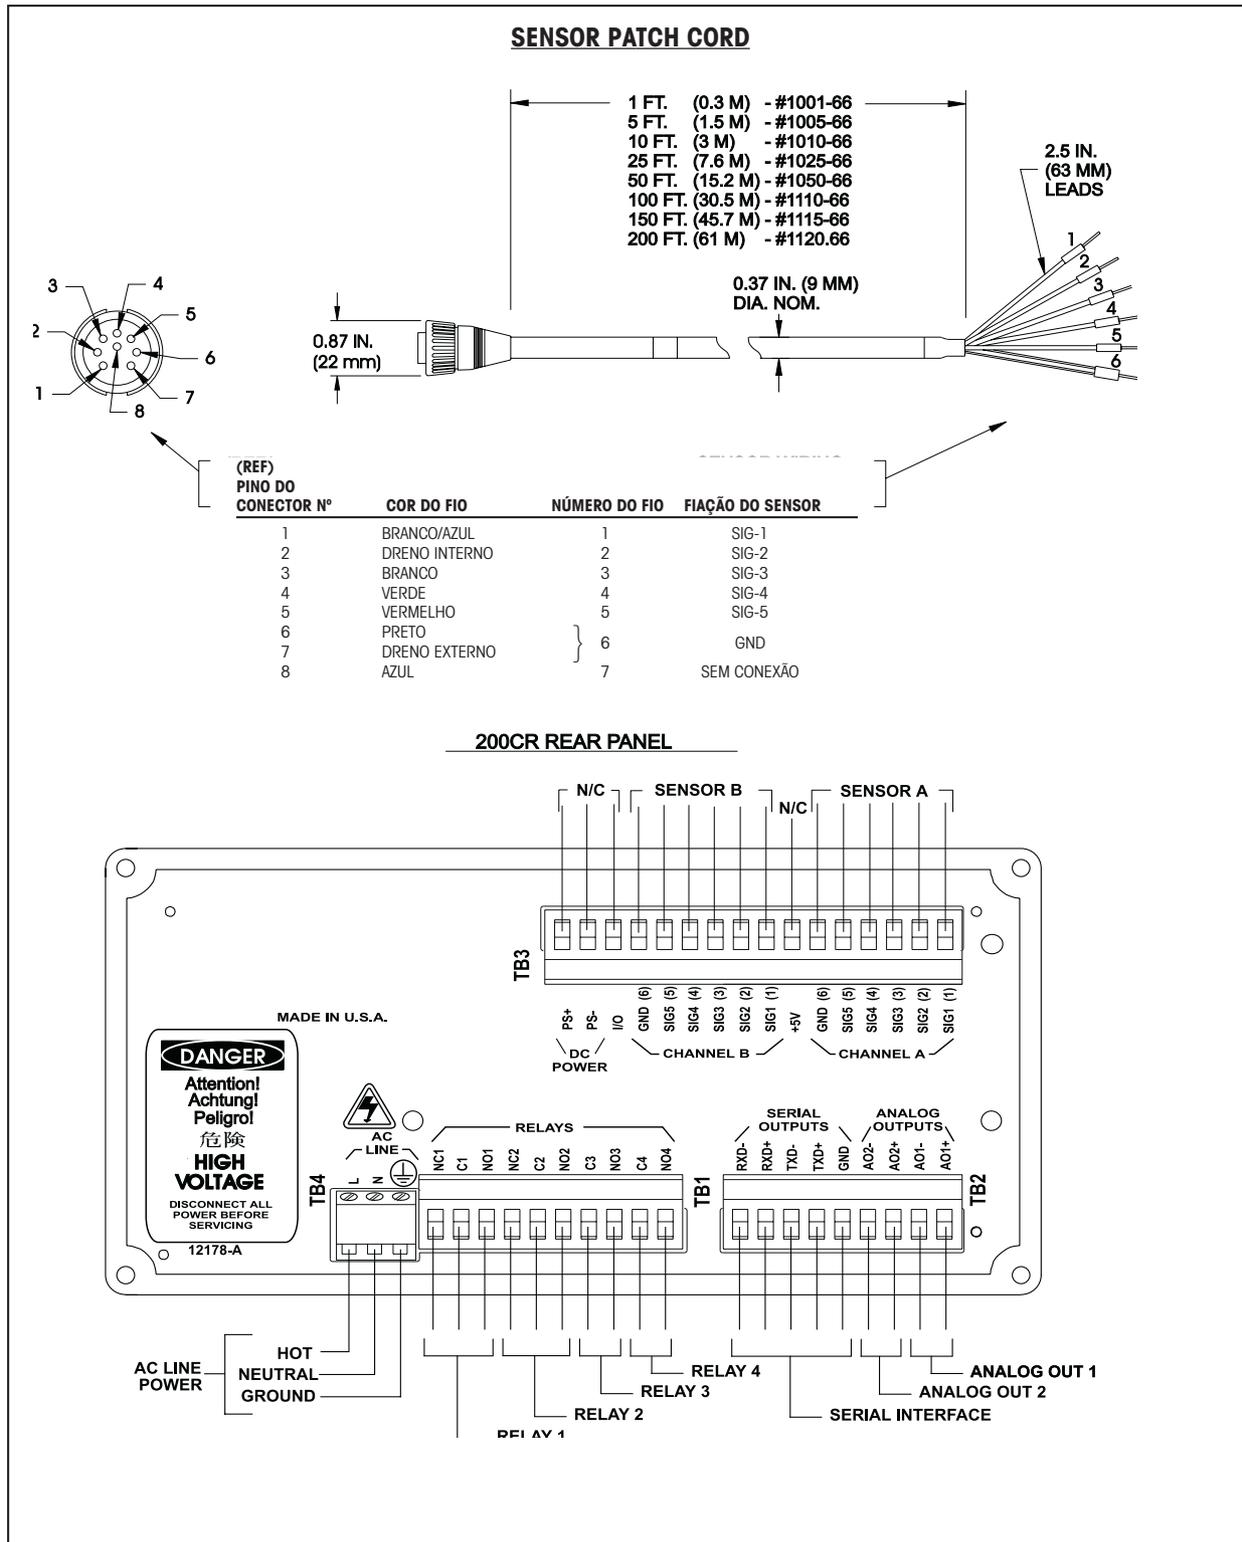

Figura 14.10: Fios do Painel Traseiro e Cabos de Extensão 200CR- ver Capítulo 2 para fiação especial para medir água ultrapurra em tubulação plástica.
10. Conecte o cabo ao 200CR conforme indicado. Ver Figura 14.10.